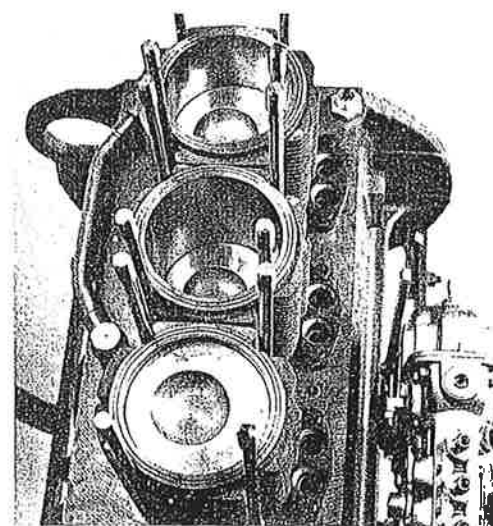

FIG. 33 - Orientation du piston
- Monter le groupe bielle-piston en orientant les chambres à explosion du côté opposé aux sièges des poussoirs (Fig. 33).